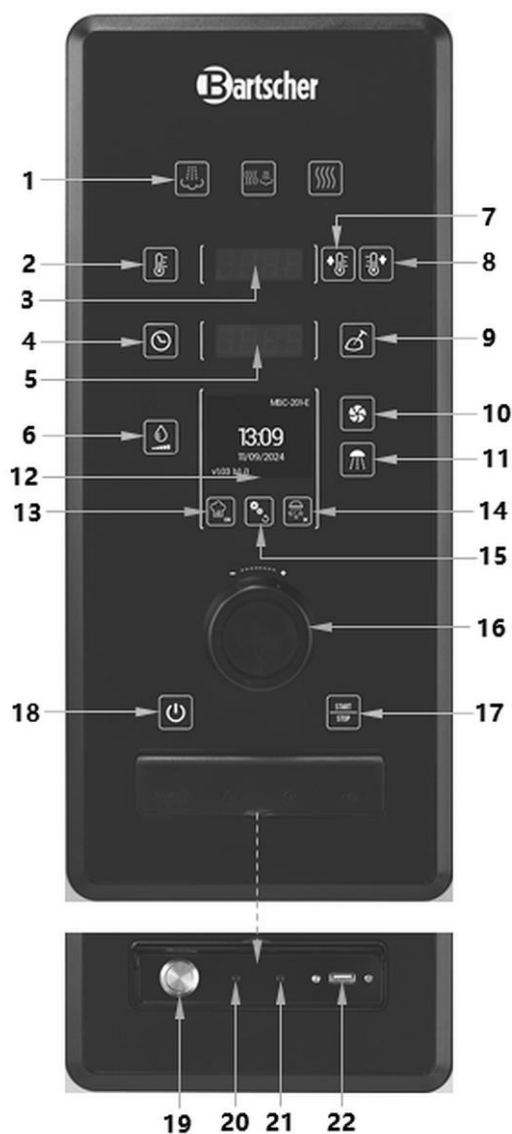

Fig. 15
1. Allumer l'appareil à l'aide de l'interrupteur Marche/Arrêt (19, fig. 15).
1. Allumer l'appareil à l'aide de la touche principale Marche/Arrêt (19, fig. 15) derrière la protection avant du panneau de commande.